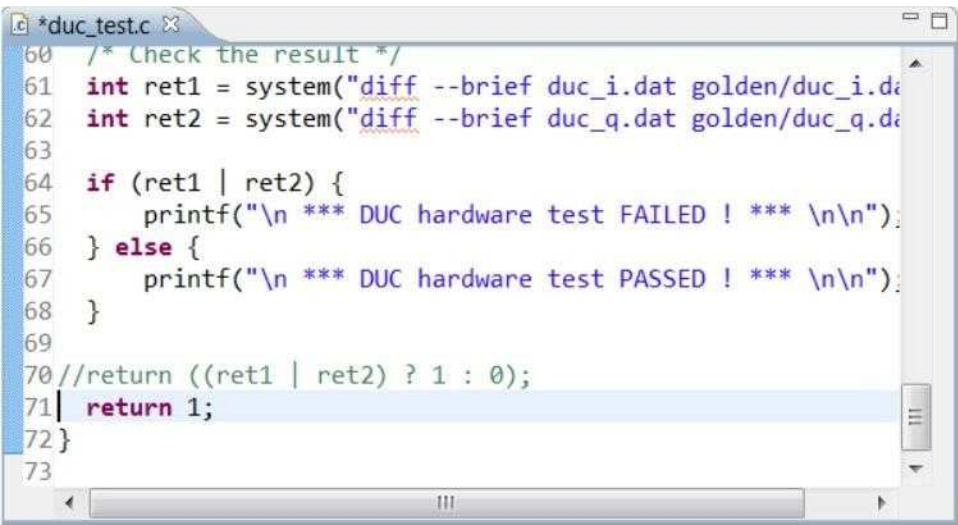

图 8-7:修改后的 RTL 测试台
- 3.滚动到文件的末尾，查看如图 8-7 所示的代码。
- 4.编辑 *return* 语句以匹配图 8-7，并确保测试工作台始终返回值 1。